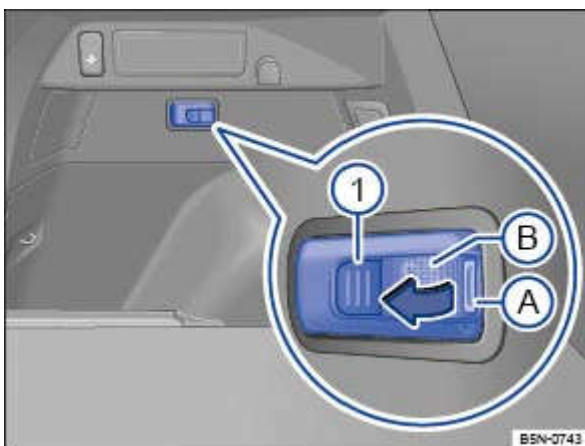

Fig. 118 Dans le coffre à bagages côté gauche : éclairage amovible (en fonction de l'équipement)
Monté, l'éclaireur amovible s'allume dans la zone → Fig. 118 ② à l'ouverture du capot arrière.
- Attrapez l'éclaireur par sa partie avant → Fig. 118 .
- Retirez l'éclaireur de son support dans le sens de la flèche → Fig. 118 .
La partie → Fig. 118 ② s'allume. La luminosité est réglable sur deux niveaux :
- Appuyez sur la touche ① pour allumer l'éclaireur. Il éclaire à puissance maximale.
- Appuyez de nouveau sur la touche ① pour n'utiliser que 50 % de sa puissance.
- Appuyez de nouveau sur la touche ① pour éteindre l'éclaireur.
- Poussez l'éclaireur dans le sens inverse de la flèche → Fig. 118 pour bien l'enclencher dans sa fixation.
- Soulever le couvercle des batteries sous la partie → Fig. 118 ③ à l'aide d'un instrument adapté.